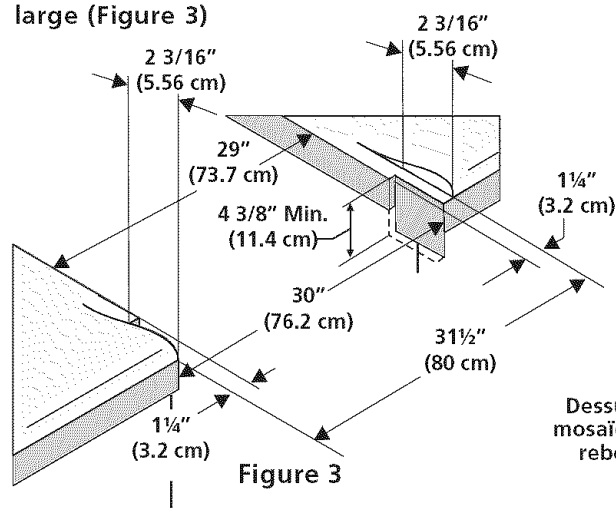

Figure 3
- Pour les découpes actuels de 29" (73.7 cm) de large (Figure 3)